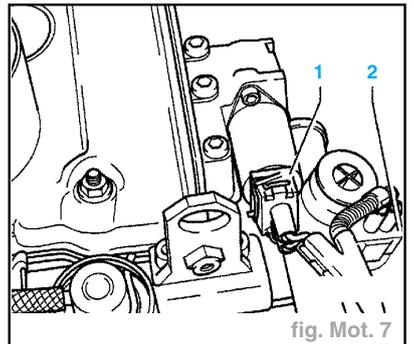

fig. Mot. 7
- Débrancher la fiche de raccordement de la valve du variateur d'arbre à cames (N205) (1) et le transmetteur de température de liquide de refroidissement (2) (G62) (fig. Mot. 7).